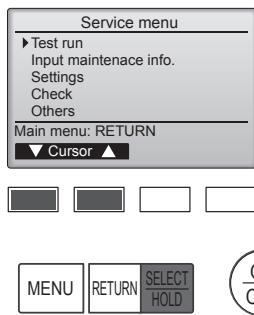

Fig. 7-3
- ③ Sélectionnez "Test run" (Test fonctions) à l'aide du bouton **F1** ou **F2** puis appuyez sur le bouton [SELECT/HOLD]. (Fig. 7-3)